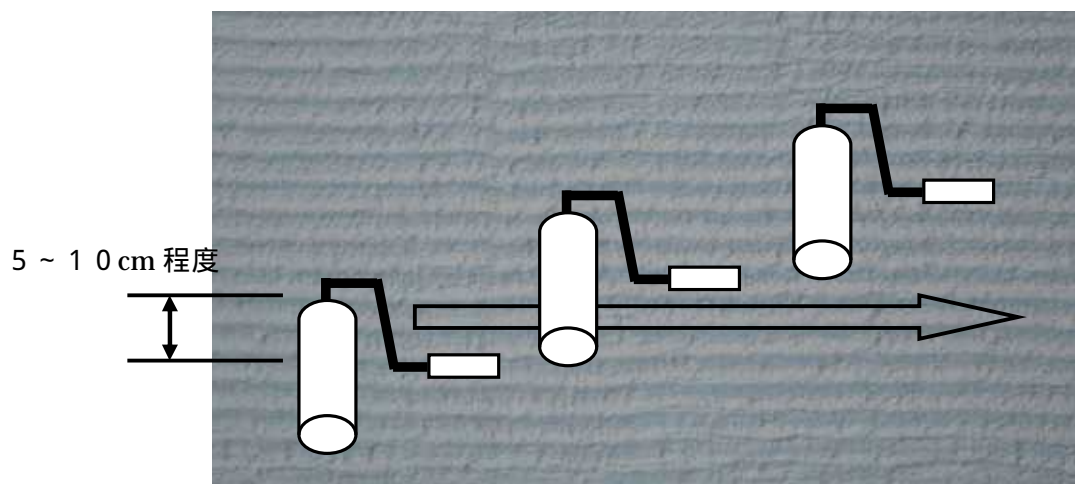

図3
・配り塗りしたジョリパットが乾燥しないうちに、JR-189を横方向に転がしパターン付けを行う(図3)。
- ・ 隣のパターンと5～10cm程度、交差するようにローラーを転がす。(図3)